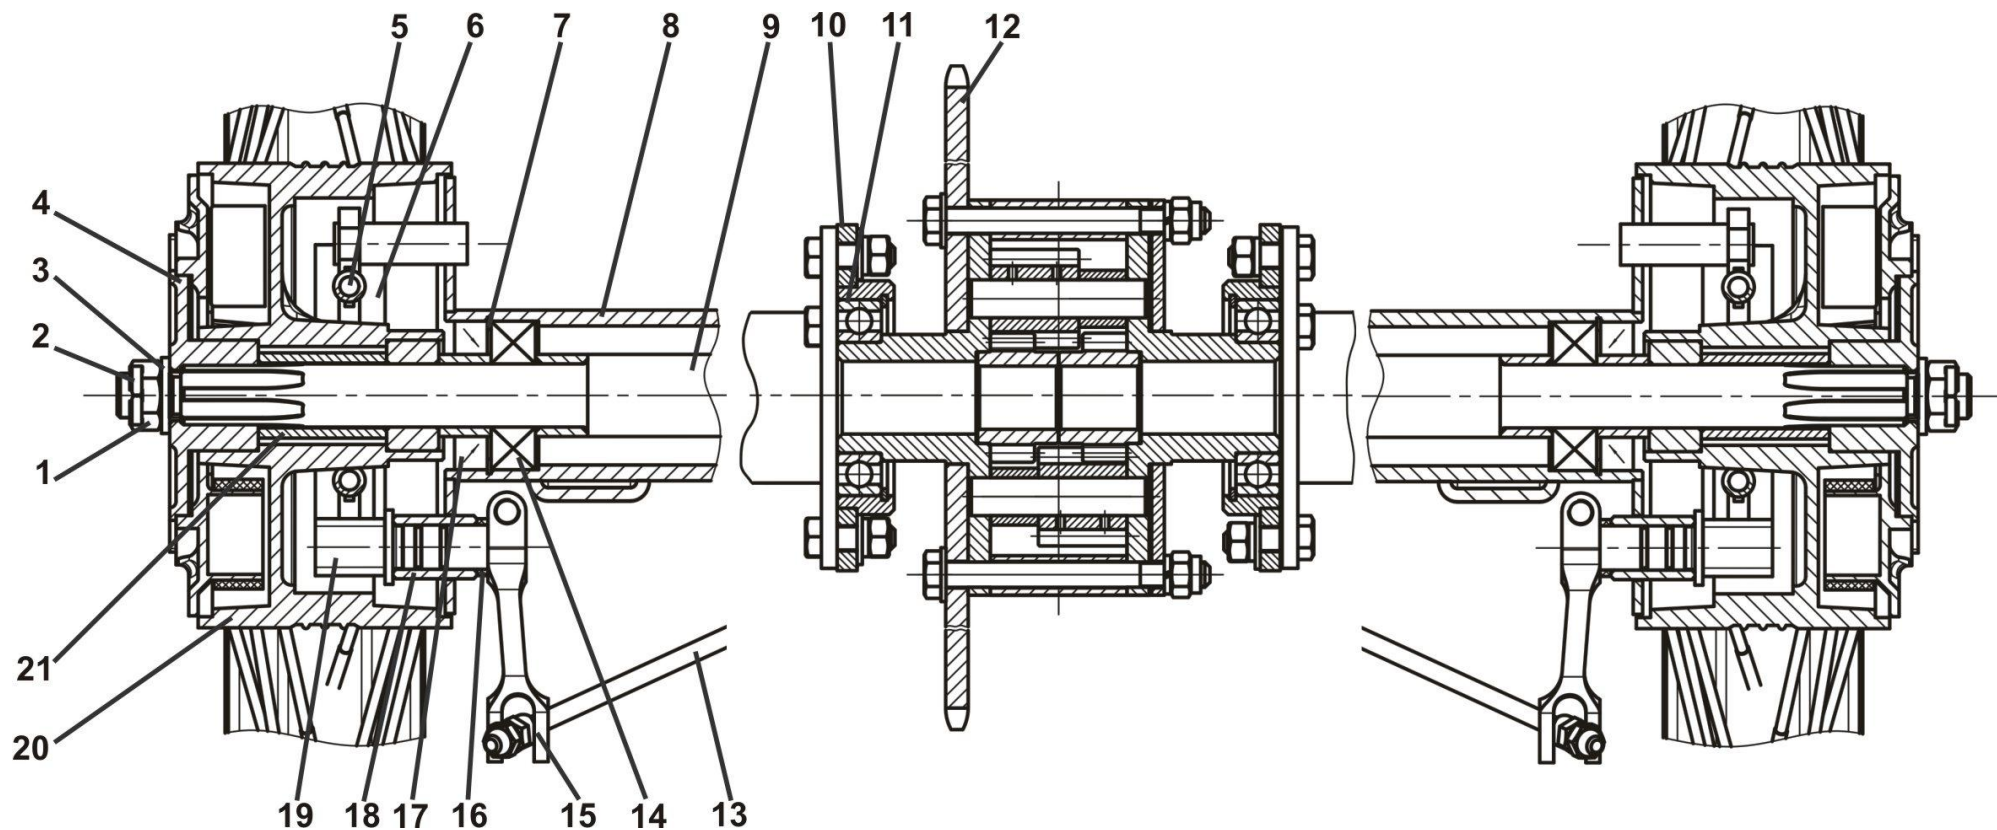

Рис. 8. Привод заднего колеса
Для снятия заднего колеса выполните следующее (см. рис.8):
- снимите колесо (рис.8).